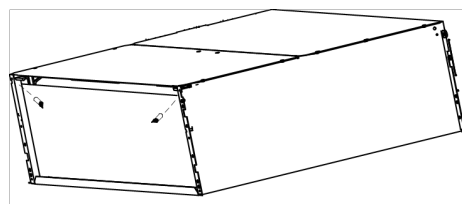
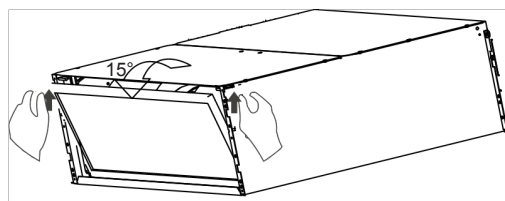

Figura 11.1
Figura 11.2
- ♦ Remova os parafusos, empurre os interruptores da rede simultaneamente, como mostrado na Figura 11.1. Em seguida, puxe a grelha de entrada de ar para baixo (juntamente com o filtro de ar, como mostrado na Figura 11.2). Puxe a grelha de entrada de ar para baixo até 15° e levante-a para remover a grelha.